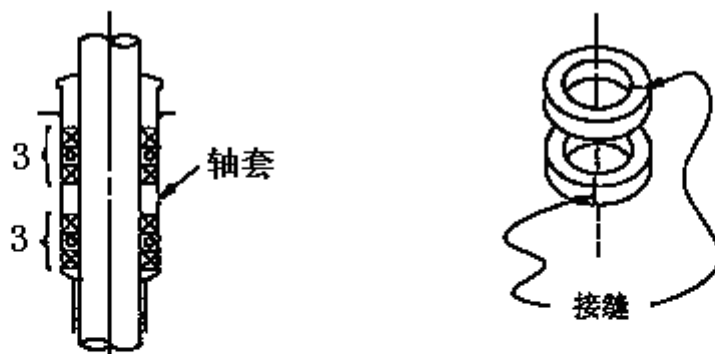

图 10-10
- 请按图 10-10 所示顺序安装填料，并装好填料压盖、填料压板
将矩形截面的成型填料装入时，请按图 10-10 所示，每一环的接缝部位均错开 90°安装。